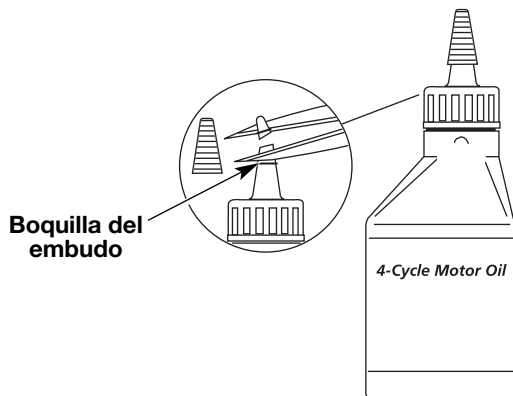

Fig. 4
Su unidad trae una botella de aceite SAE 30 SF, SG, SH de 90 ml (3,04 onzas fluidas) (Fig. 4).
1. Desenrosque la tapa de la botella de aceite y retire el sello de papel que cubre la apertura. Vuelva a colocar la tapa. Corte la punta de la boquilla del embudo (Fig. 4).